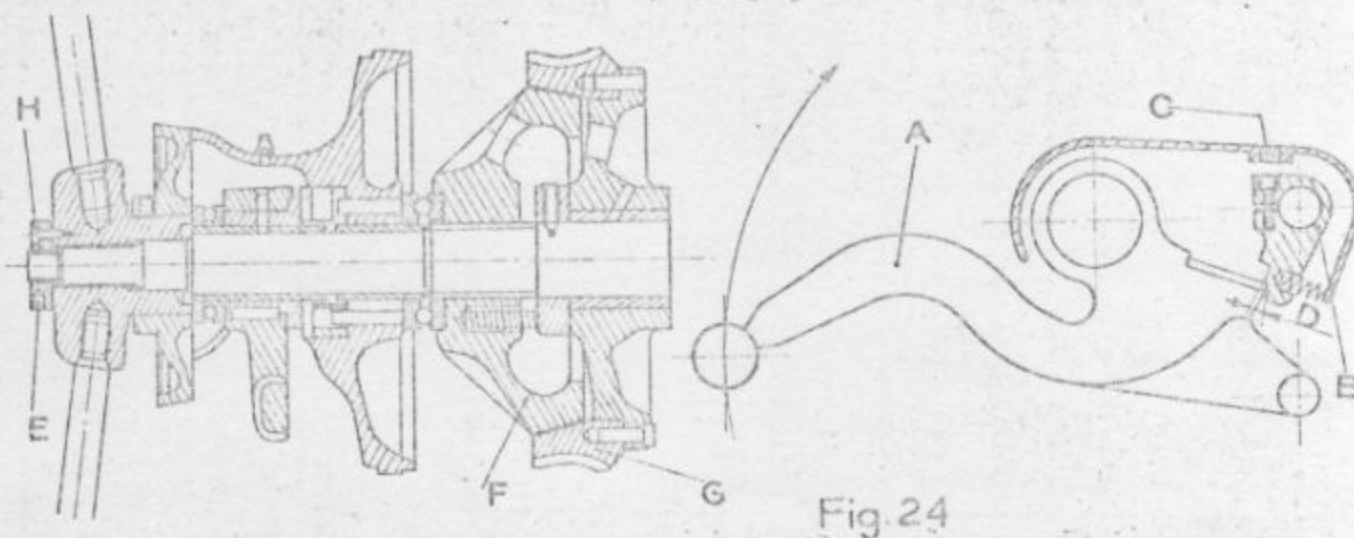

Fig. 24
- REGLAGE de l'EMBRAYAGE - (Voir Fig.24)
- 1) Lever le levier (A) jusqu'à la position accrochée.
- 2) Dévisser la vis (H).
- 3) Tourner l'écrou (E) de façon à déplacer le cône mâle (F) pour l'amener au contact de (G) et arrêter l'écrou par la vis (H).
- 4) Déclencher (B) et tourner à nouveau l'écran (E) d'un trou si l'entraînement n'est pas suffisant, agir à nouveau sur l'écrou jusqu'à entraînement correct.
Une vis (K) arrête le levier (B) sur son axe et il suffit d'enlever le bouchon vissé (C) (Fig.24) pour accéder à cette vis